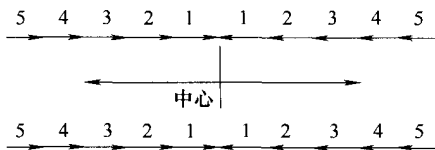

图4 H型钢焊接示意
(1) 纵向收缩变形和横向收缩变形 这两种变形主要与焊接热输入、焊缝层数、焊接顺序等造成变形的的主要原因有关。值得注意的是,纵向和横向收缩变形是不可逆的,一旦形成将无法矫正,因此我们必须在焊接之前充分掌握好各种因素以最大限度控制变形量。首先,要在下料时考虑出一定的焊接收缩量;其次,多层焊要比单层焊引起的纵向收缩小,分的层数越多,每层所用的焊接热输入就越小,变形也就越小;再次,采用间断焊接也是降低纵向收缩变形的有效措施。
(2) 挠曲变形(弯曲变形) 纵向收缩变形和横向收缩变形都可以产生挠曲变形,装配焊接次序不当、焊接方法选择不合理也可以引起挠曲变形。总之,挠曲变形是由于温度在腹板上分布不均匀引起腹板的纵向收缩而产生的。合装时先将腹板与两翼板点固成H字截面,然后再采用对称的逆向分段退焊法(见图4),就可以使上下两对角焊缝引起的挠曲变形基本抵消,使构件保持平直。